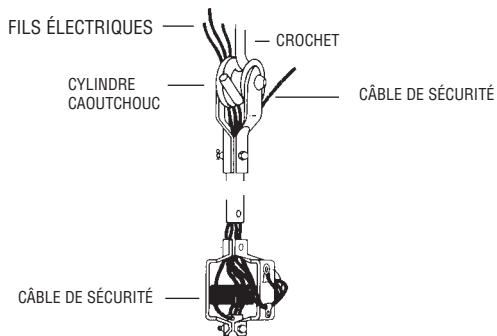

Figure 2
3. Faites glisser le chapeau de couverture supérieur (B) en forme de cloche en le remontant sur la tige. Faites aussi glisser le chapeau de couverture inférieur (C) vers le haut de la tige.
4. Passez les 5 fils et le câble de sécurité au travers du trou central de la manille acier de connexion au-dessus du moteur (A), puis continuez de passer fils et câble au travers de la tige creuse de suspension jusqu'à ce qu'ils ressortent par l'extrémité de manille supérieure.
5. Montez la tige de suspension sur la manille de moteur (A) et remplacez la vis 6 pans. Serrez l'écrou 6 pans sur la rondelle élastique et écarterez la goupille.
**CONSEIL :** Le câble de sécurité doit être fixé sur un côté de la manille avec de la bande adhésive d'électricien pour l'empêcher de reposer sur le dessus du moteur durant le fonctionnement (voir la Figure 2).
6. Faites glisser le chapeau inférieur (C) vers le bas pour être à au moins 6,35 mm au-dessus du moteur.